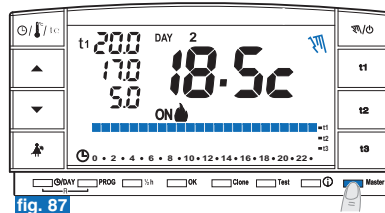

fig. 87
- Premere brevemente il tasto "Master"; sul display scompare la scritta **Master**: il cronotermostato rimane in funzionamento "manuale permanente" e le zone assegnate al master tornano sotto il controllo dei rispettivi trasmettitori (esempio in fig. 87).